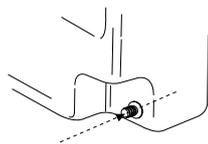

Fig. 2
- 2- Furar o depósito dentro do bico utilizando um berbequim com broca fina. Fig. 2.